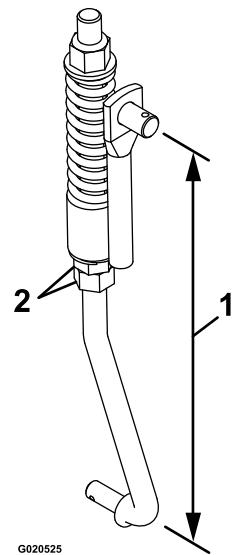

Figura 49
- 8. Ajuste la longitud del acoplamiento con las 2 tuercas situadas en la parte inferior del conjunto de muelle vertical (Figura 49).